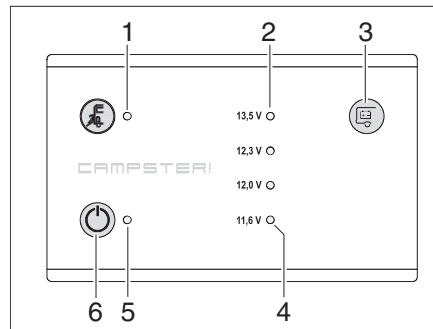

Fig. 74 Pannello di controllo LT 104
Con il pulsante sensibile al tocco (Fig. 74,3) si può visualizzare il valore della tensione della batteria dell'abitacolo.
I LED di controllo (Fig. 74,2) indicano la tensione della batteria.
- LED rosso di avviso (Fig. 74,4) acceso: tensione della batteria maggiore di 11,6 V
Il LED rosso di avviso (Fig. 74,4) si accende quando la tensione della batteria dell'abitacolo scende fino a 11 V (misurazione durante il normale esercizio) con conseguente rischio che la batteria si scarichi completamente.
L'interruttore principale 12 V (Fig. 74,6) accende o spegne il pannello di controllo e l'alimentazione a 12 V dell'abitacolo.
- Accensione:* ■ Toccare il pulsante sensibile al tocco (Fig. 74,6): l'alimentazione a 12 V dell'abitacolo è inserita. La spia di controllo a 12 V (Fig. 74,5) diventa verde.
- Spegnimento:* ■ Toccare di nuovo il pulsante sensibile al tocco (Fig. 74,6): l'alimentazione a 12 V dell'abitacolo è disinserita. La spia di controllo 12 V (Fig. 74,5) si spegne.
La spia di controllo 12 V (Fig. 74,5) si accende non appena l'interruttore principale 12 V (Fig. 74,9) viene inserito.
La spia di controllo gialla 230 V (Fig. 74,1) si accende quando all'ingresso della centralina elettrica è presente una tensione di rete.